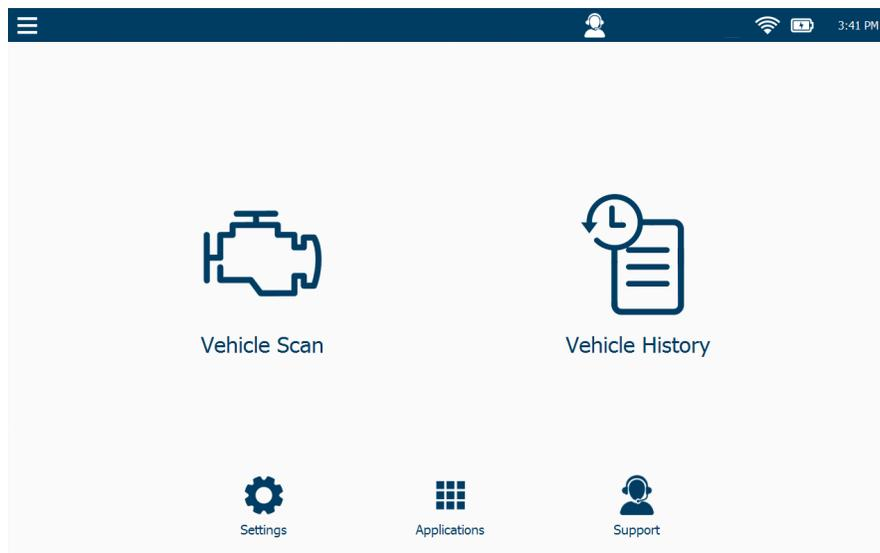

Figure 2.6 Menu principal
- End Session — Termine la session, déconnecte du véhicule et retourne au **Menu principal** (Figure 2.6).
Vous accédez au menu Settings à partir du menu principal (Figure 2.6).
Vous accédez au menu Applications à partir du menu principal (Figure 2.6).
Vous accédez au menu Support à partir du menu principal (Figure 2.6).